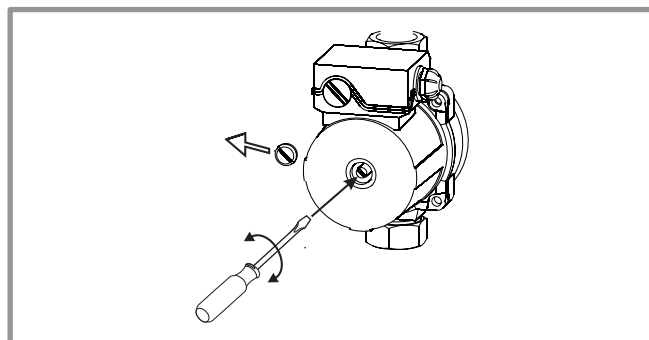

figure 27 - Dégrippage du circulateur
- A la mise en service il est conseillé de vérifier que le(s) circulateur(s) tourne(nt) librement (*figure 27*).